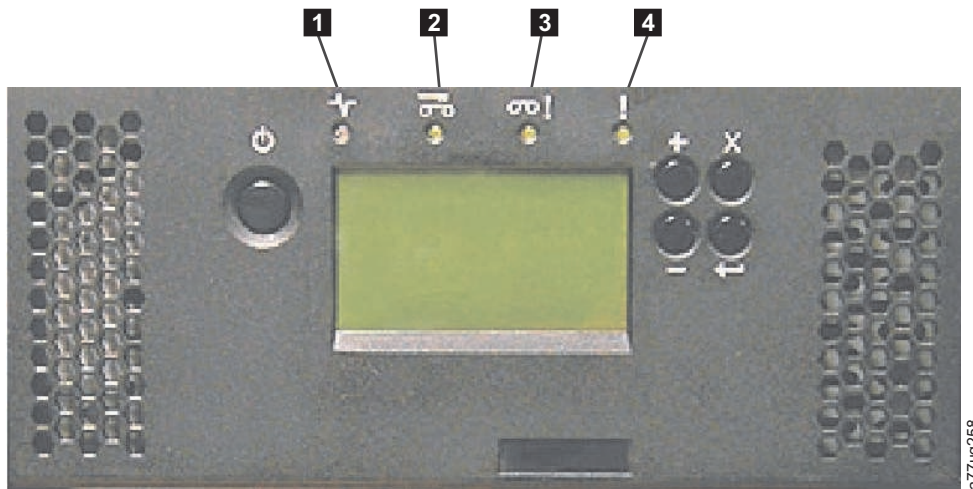

Abbildung 155. LEDs auf der Vorderseite des Kassettenarchivs
- 1) Nach dem Einschalten beginnt die LED "Bereit/Aktivität" ( **1** in Abb. 155 auf Seite 219) zu leuchten.
- 1) Die LED "Fehler" ( **4** in Abb. 155 auf Seite 219) beginnt zu leuchten.
- 1) Das Ersatz-Kassettenarchivgehäuse wird mit leuchtender LED **Bereit/Aktivität** eingeschaltet ( **1** in Abb. 155 auf Seite 219).
- 1) Die LED **Fehler** ( **4** in Abb. 155 auf Seite 219) beginnt zu leuchten. Dies zeigt an, dass die Kassettenarchiv-Controllerkarte aus dem fehlerhaften Kassettenarchiv nicht ordnungsgemäß funktioniert.
- 1) Nach abgeschlossener Prüfung des Ersatz-Kassettenarchivgehäuses leuchtet die LED **Bereit/Aktivität** ( **1** in Abb. 155 auf Seite 219).
- 1) Die LED **Fehler** ( **4** in Abb. 155 auf Seite 219) beginnt zu leuchten.